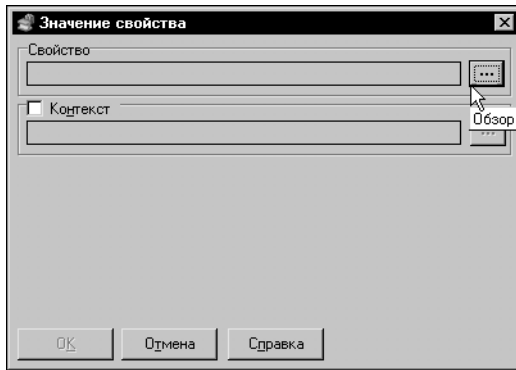

Рис. 4.14.
2.В появившемся на экране диалоге **Значение свойства** нажмите кнопку **Обзор** (рис. 4.14).